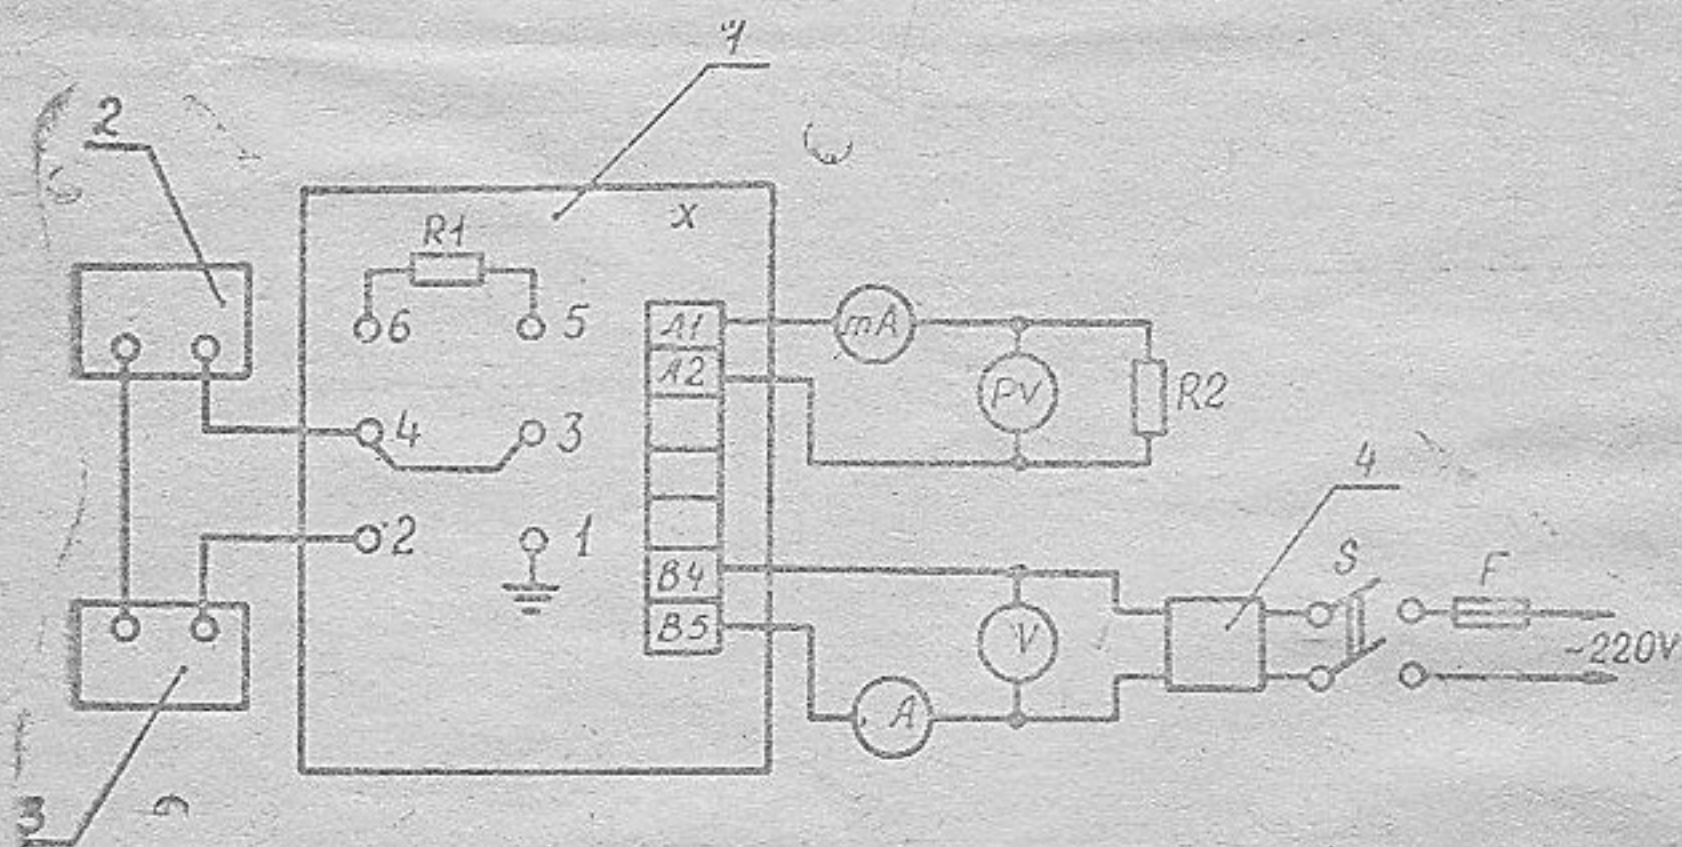

Рис. 4. Схема электрическая подключений для проверки милливольтметра.
9.1. Милливольтметр включить по схеме проверки (рис.4).